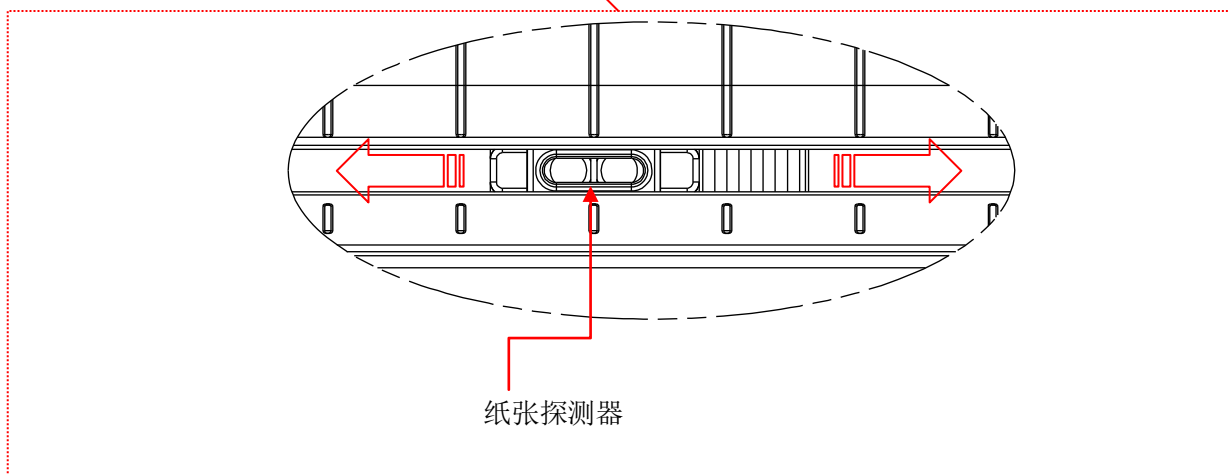
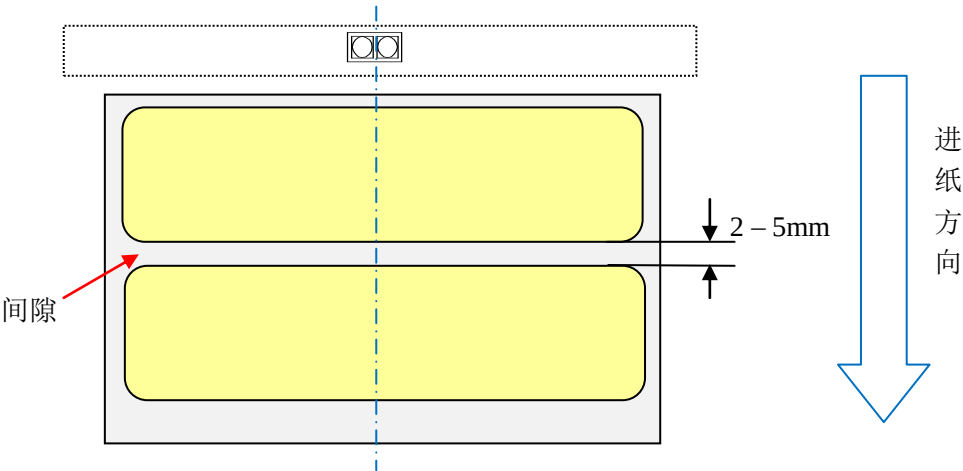
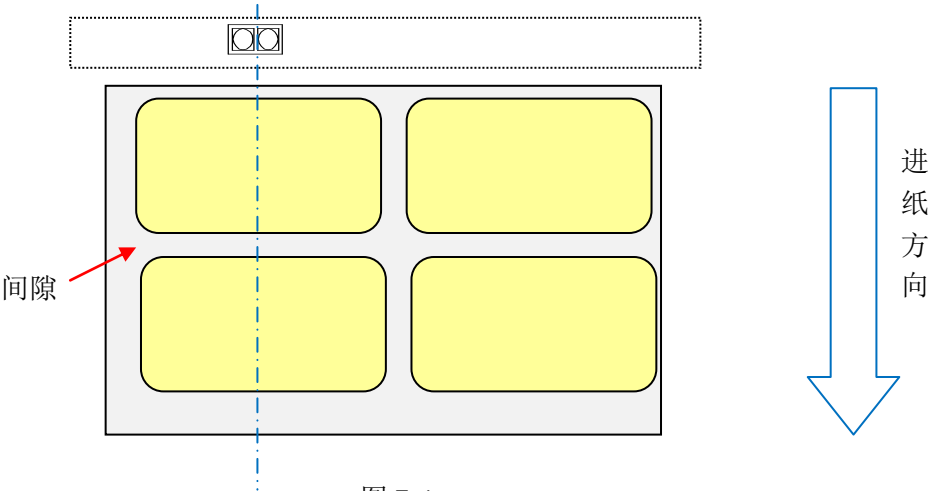
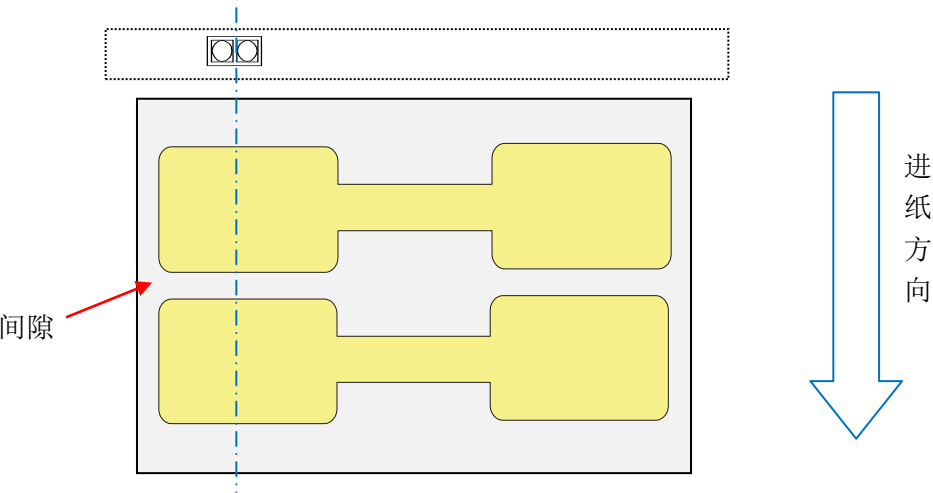

图 7-2
图 7-3
图 7-4
图 7-5
3. 用胶笔等非导体左右拨动反射式纸张探测器到合适位置(图 7-2); 请参考图 7-3、图 7-4 和图 7-5 确定纸张探测器的位置。